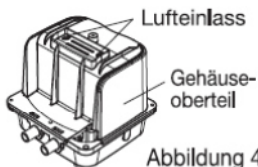

Abbildung 4
5. Kontrollieren Sie den Lufteinlass und vergewissern Sie sich, dass er nicht verstopft ist. (Abbildung 4)